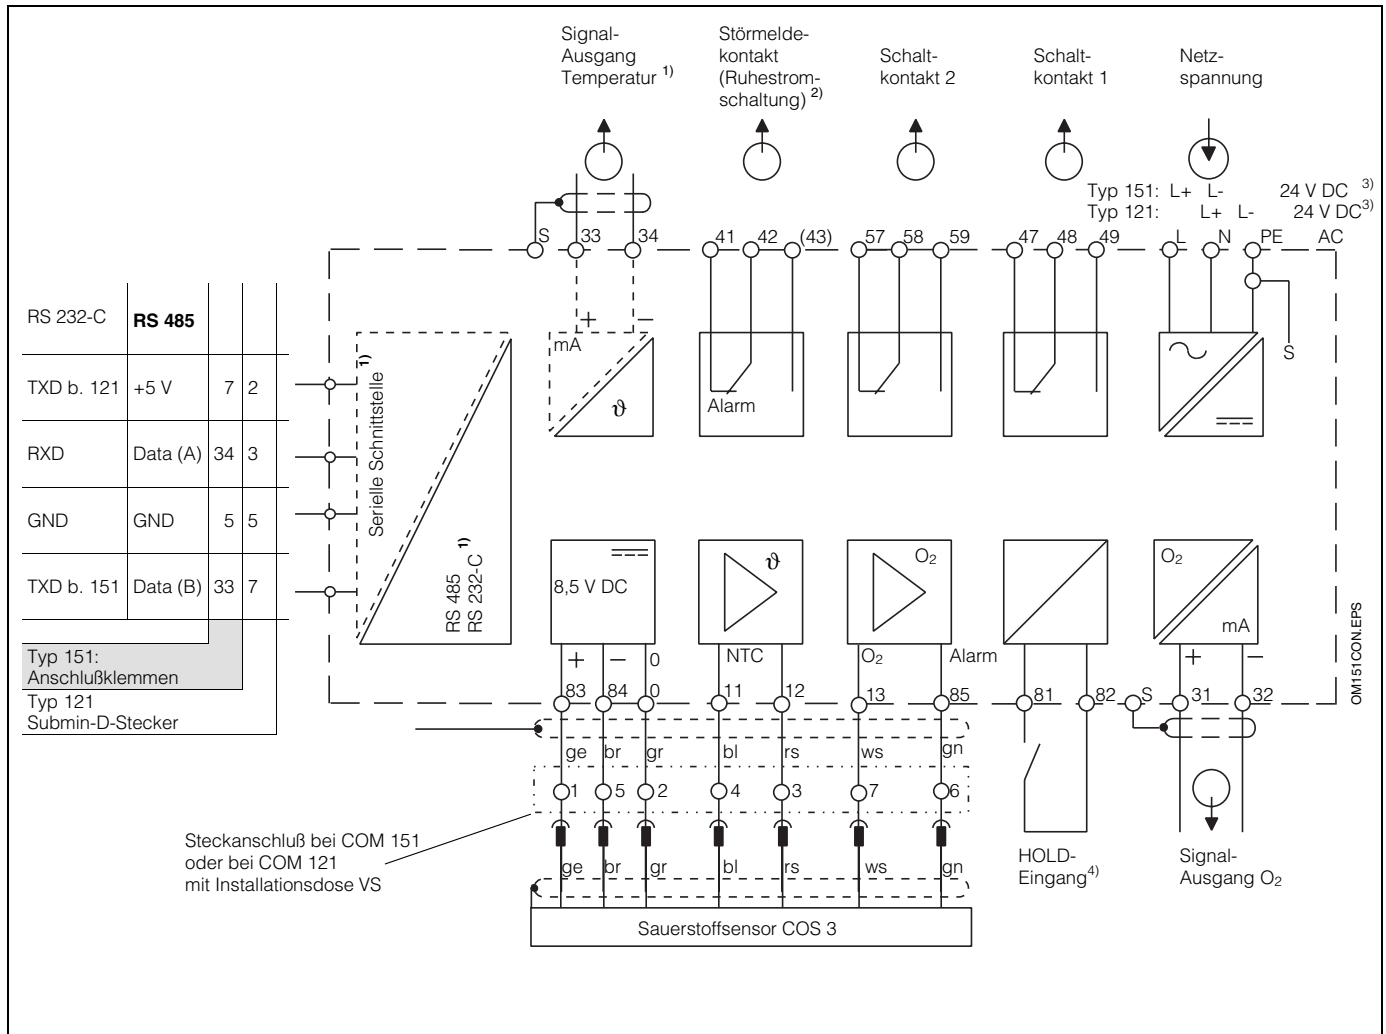

Bild 4.11: Elektrischer Anschluß Mycom COM 121/151
- Geräteanschluß gemäß Anschlußplan durchführen (siehe Bild 4.11). Auf räumlich getrennte Führung von Signalkabeln gegenüber Netz- und Leistungsverdrahtung achten!